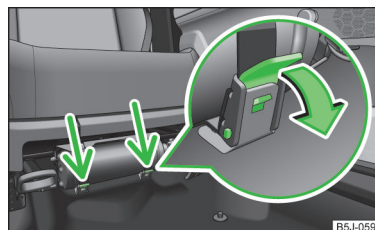

Abb. 142
- Die beiden Gurte lösen, indem an den jeweiligen Sicherungen in Pfeilrichtung gezogen wird » Abb. 142.